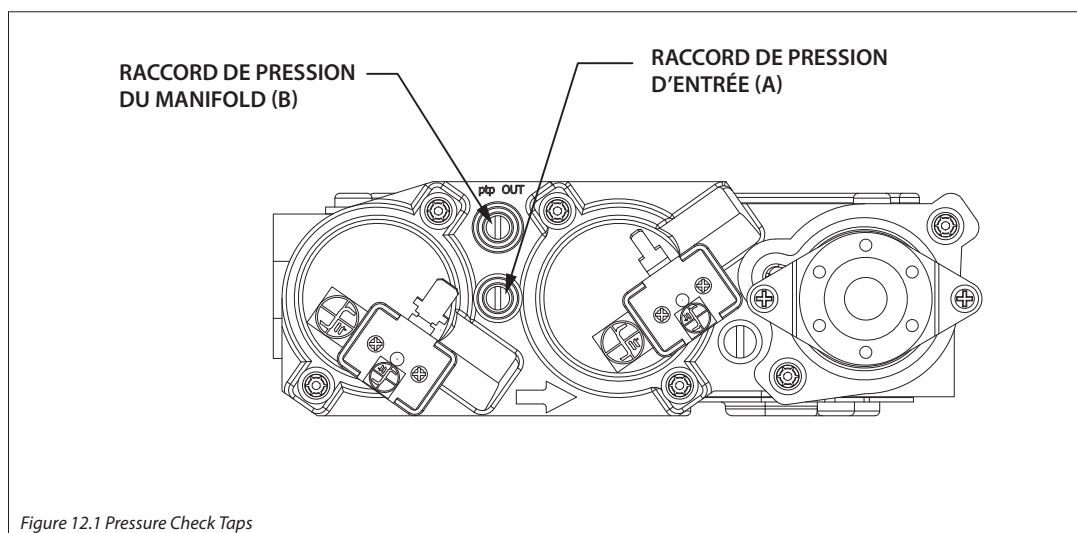

Figure 12.1 Pressure Check Taps
1. Desserrer la vis du raccord de test de pression d'entrée («IN») en sens antihoraire. Voir (A) à la Figure 12.1.
2. Desserrez la vis du raccord de test de pression du manifold («OUT») en sens antihoraire. Voir (B) à la Figure 12.1.